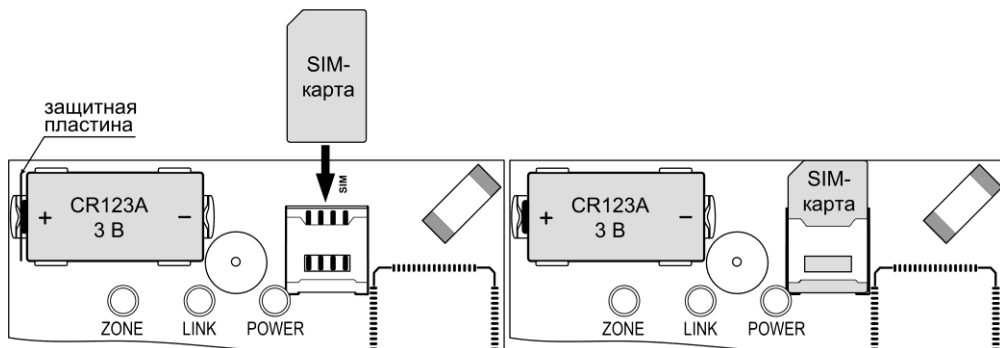

Рис.15 Установка SIM-карты. Извлечение защитной пластины
SIM-карта устанавливается при полностью отключенном питании прибора (нет 220В и отключена батарея питания) в разъем (слот) SIM (X2), контактами к плате, срезом – как показано на рис.15.
2. Убедитесь, что SIM-карта установлена в соответствии с рис.15, либо установите SIM-карту (если не установлена) – см. рис.15.
3. Подключите батарею питания - извлеките защитную пластину из контакта батареи питания (см. рис.15) или установите батарею питания, соблюдая полярность (если она была извлечена) – прозвучит одиночный звуковой сигнал.